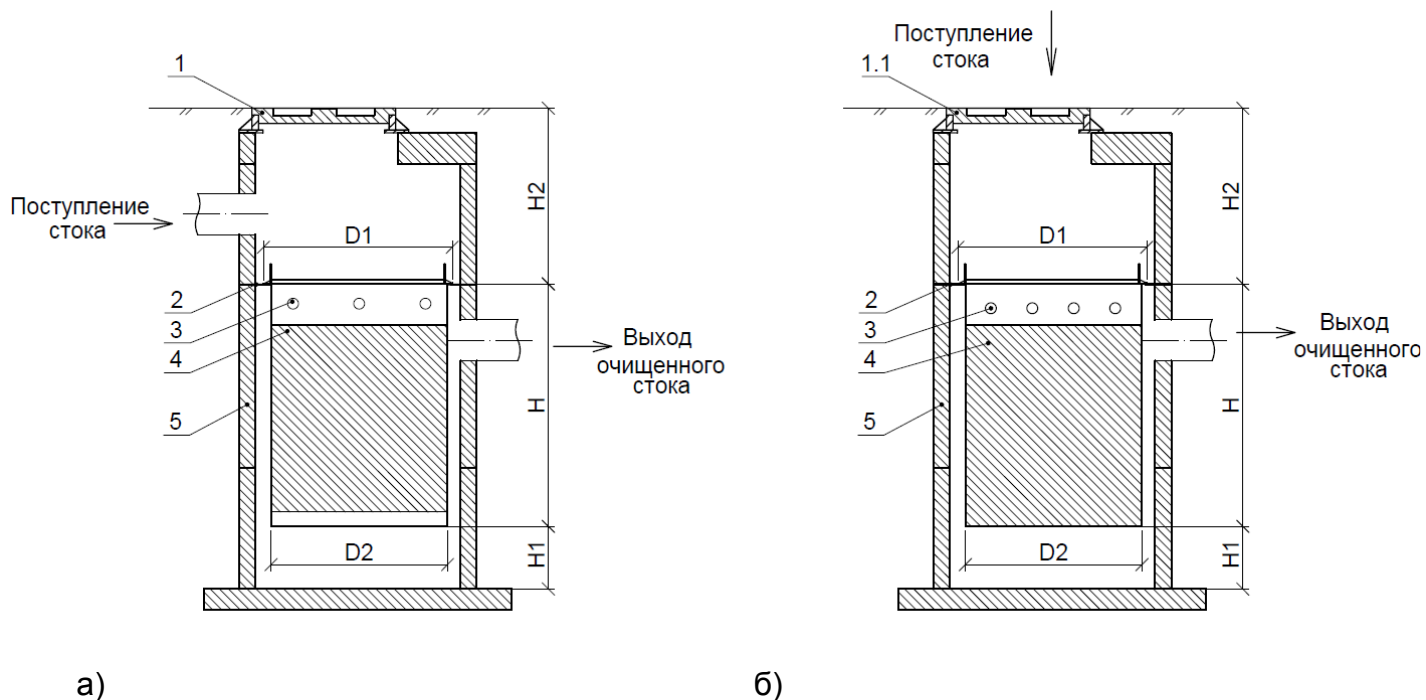

Рисунок 3. Схема установки фильтр-патрона в колодец на опорном кольце
2. На металлическое опорное кольцо, устанавливаемое между бетонными кольцами колодца при его монтаже (Рисунок 3).